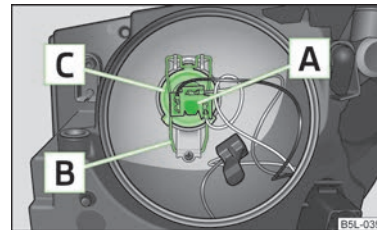

Fig. 169
- Disconnect plug **A** » Fig. 169.